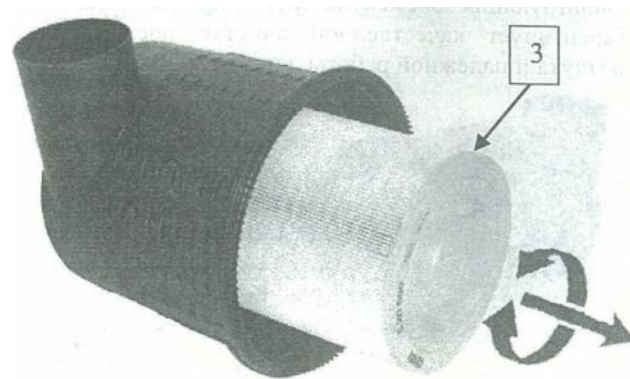

Рис. 2 Извлечение основного фильтрующего элемента
С помощью легких вращательных движений полностью отделите основной элемент (3) от внутренней опорной трубки (Рис.2)